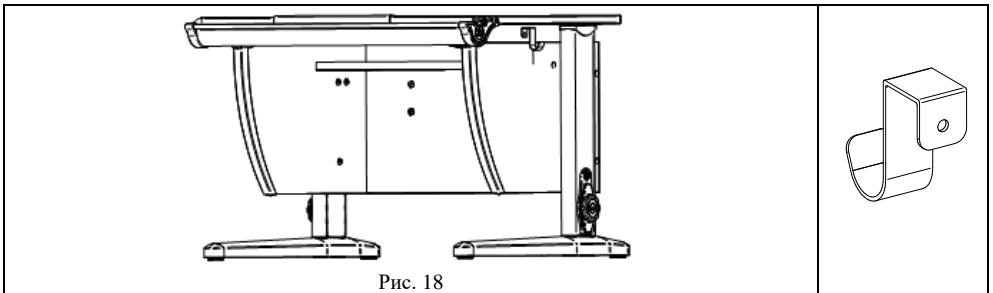

Рис. 18
5.7. Установить крючок (поз.1, пакет № 66) на стенку боковую, см. рис.18.